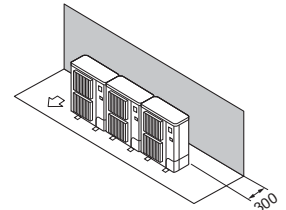

Fig. 3-11
- ① Εμπόδια στην πίσω πλευρά μόνο (Fig. 3-11)